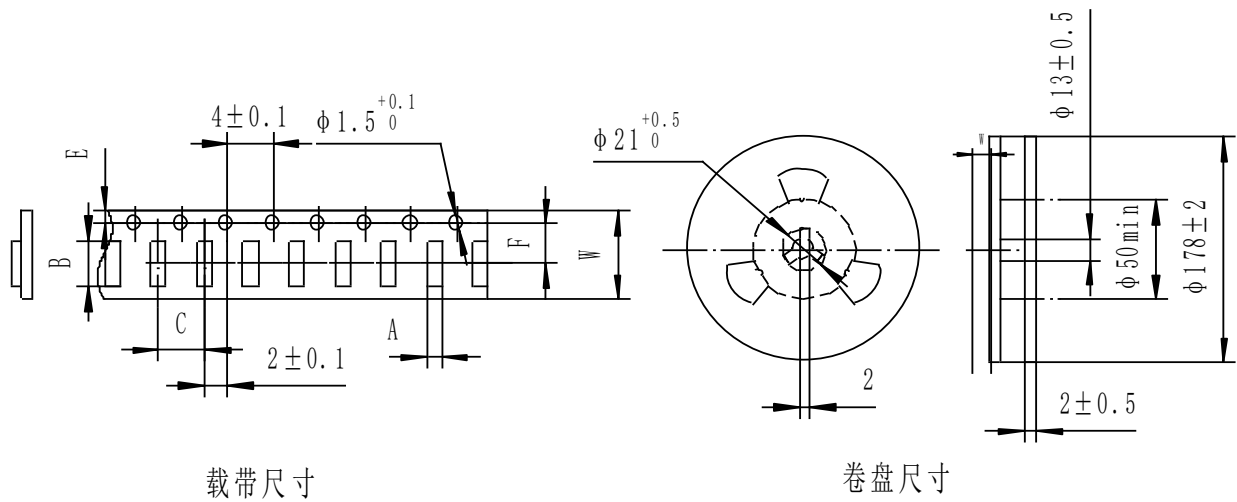

图 3 编带尺寸
7.1 产品编带的尺寸及卷绕方向：见图 3、图 4、表 4、表 5。